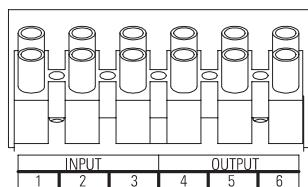

Рисунок 19. Клеммная колодка
6. Подсоедините входной кабель и заземление к клеммной колодке в соответствии с рис. 19 и табл. 1.
7. Подсоедините выходной кабель и заземление к клеммной колодке в соответствии с рис. 19 и табл. 1.